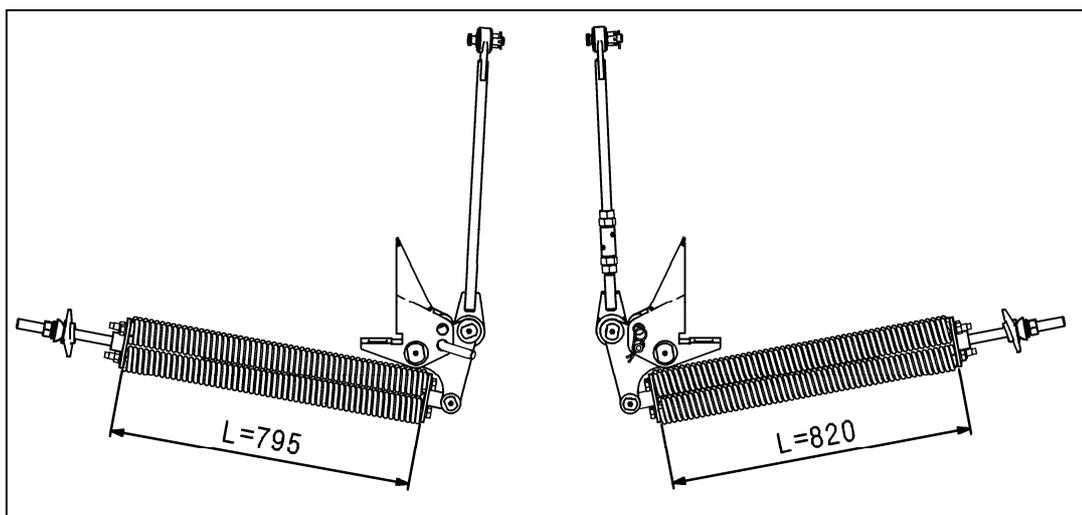

Рисунок 5.2 – Натяжка блоков пружин механизма уравнивания
- отрегулировать натяжение пружин механизма уравнивания так, чтобы усилие на каждый крайний башмак было от 300 до 500 Н (от 30 до 50 кгс). Регулировку следует производить натяжением блоков пружин на величину L (рисунок 5.2).